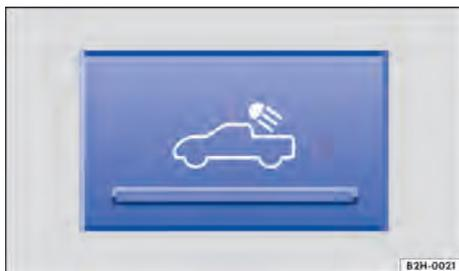
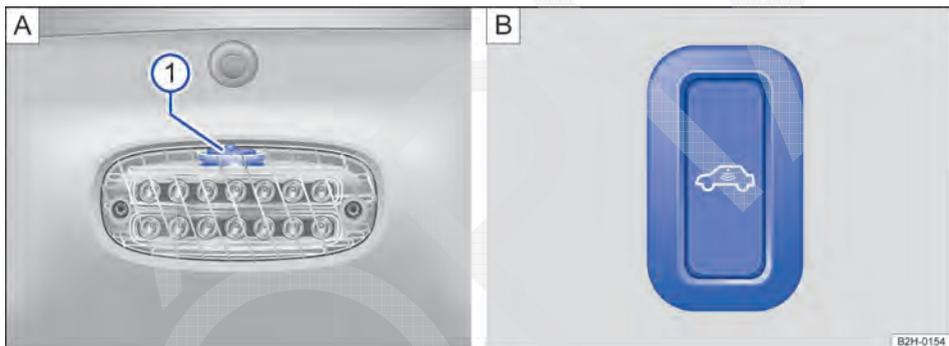

Fig. 71 No console central: botão da iluminação do compartimento de carga.
Fig. 72 Sobre a tampa traseira: interruptor da iluminação da capota rígida do compartimento de carga.
A iluminação do compartimento de carga é ligada com a ignição *desligada*, pressionando-se o botão ⇒ Fig. 71.
- por pressão no botão ⇒ Fig. 71.
A iluminação da capota rígida do compartimento de carga não pode ser ligada quando o interruptor ⇒ Fig. 72 ① A estiver na posição central.
• *Ligar a iluminação da capota rígida do compartimento de carga:* pressionar o interruptor ① A para esquerda ou direita.
• **OU:** pressionar o botão ⇒ Fig. 71.
• **OU:** pressionar o interruptor ① na posição central.